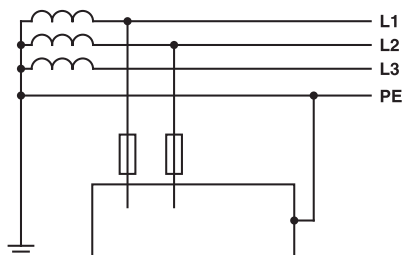

Рис.2
**Двухфазное электропитание** 380-400В / 50 Гц. Используйте подключение к Фазе 1 (1), Фазе 2 (2) и Земле (PE) в трехфазной розетке, см. Рис. 2. Прерыватель 16А, кривая D, или плавкие предохранители на 16А типа aM.